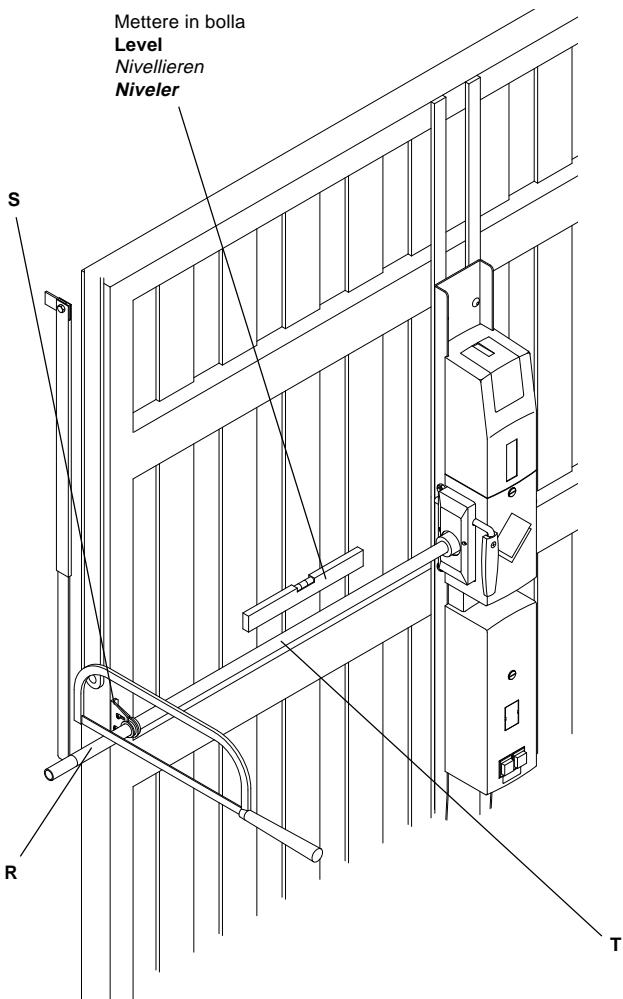

Fig.5
5.4 Operazione n° 3 (fig. 5).
5.4 Operation no. 3 (fig. 5)
5.4 Opération n° 3 (fig. 5)